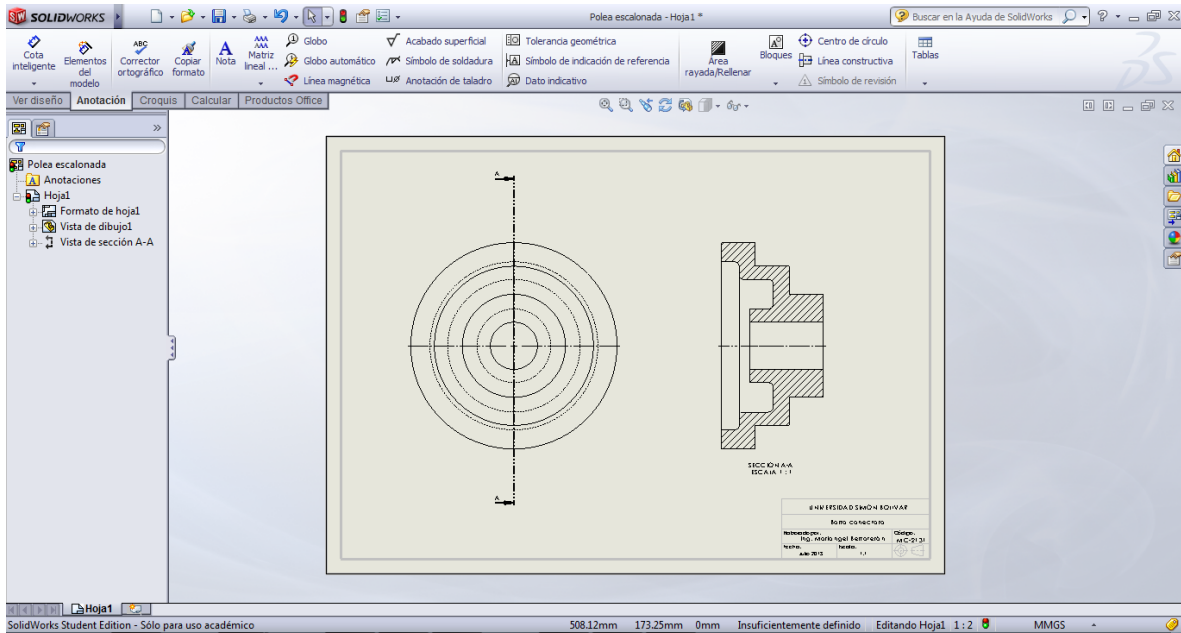

Figura 62. Plano de pulea escalonada con vista de sección.
d) Para finalizar, añade la línea de centro en la vista de sección y las vistas quedan completas. En la Figura 62 se observa el resultado final.